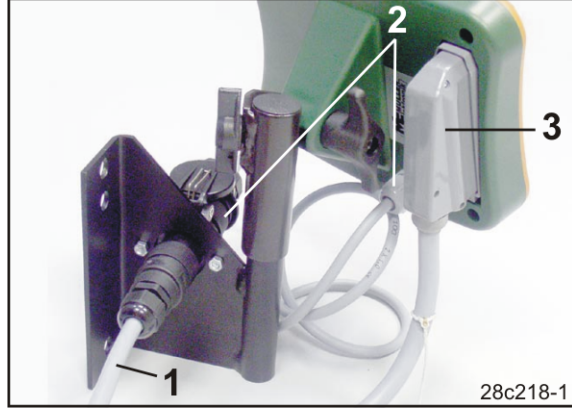

Fig. 13
3. Elektrik kablosunu (Fig. 13/1) konsola ve 12V traktör prizine takınız.
4. Konsolu ve terminali elektrik kablosuna (Fig. 13/2) bağlayınız.
6. Kabloyu makina soketi (Fig. 13/3) ile traktör kabinine getiriniz ve makina soketini terminale takınız.